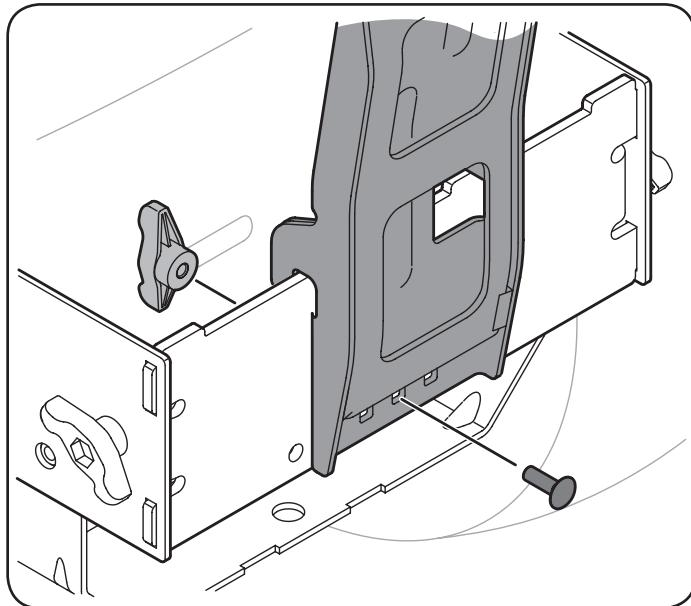

Figure 11
3. Fixez le dispositif de soutien du sac à la plaque de fixation en utilisant le boulon de carrosserie (710-0276) et le bouton à ailettes (720-04122) provenant de la trousse de quincaillerie 689-00312A. Consultez la Figure 11.